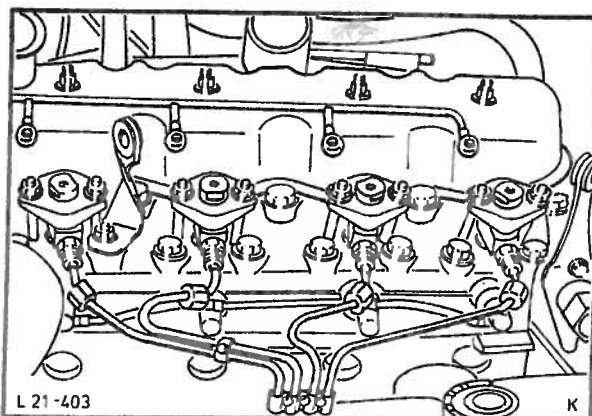

Fig. 115 Innsprøytningdysene.
20. Monter innsprøytningrør og spillrør til dysene, fig. 115.